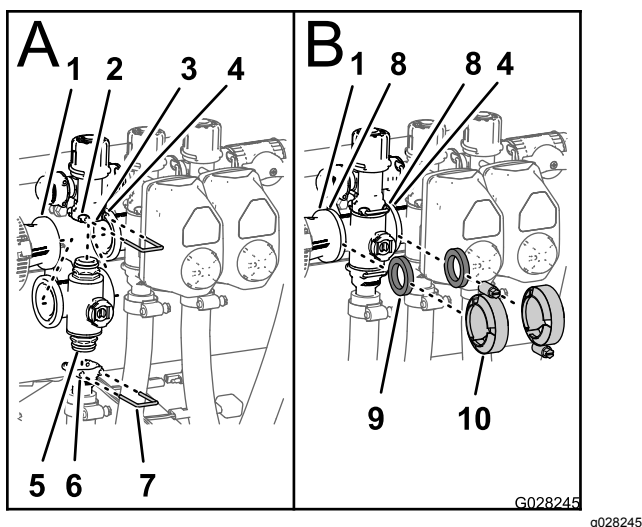

Bild 104
1. Setzen Sie das obere Endkappen-Anschlussstück des Verteilerventils in das Anschlussstück des Sicherheitsventils ein (A von Bild 104).
2. Stecken Sie einen Halter in den Sockel des Anschlussstückes des Sicherheitsventils, um das Endkappen-Anschlussstück am Anschlussstück des Sicherheitsventils zu befestigen (A von Bild 104).
3. Montieren Sie das Auslaufanschlussstück am unteren Endkappen-Anschlussstück des Verteilerventils (A von Bild 104).
4. Stecken Sie einen Halter in den Sockel des Auslaufanschlussstückes, um das Endkappen-Anschlussstück am Auslaufanschlussstück zu befestigen (A von Bild 104).
5. Fluchten Sie eine Dichtung zwischen den Flanschen der Reduzierkupplung und dem Abschnittventilverteiler aus (B in Bild 104).
6. Montieren Sie die Reduzierkupplung, die Dichtung und den Abschnittventilverteiler mit einer Klemme und ziehen sie mit der Hand an (B von Bild 104).
7. Fluchten Sie für den Einbau der zwei ganz links gelegenen Abschnittventile eine Dichtung zwischen den Flanschen der zwei danebenliegenden Abschnittventilverteiler aus (B in Bild 104).
8. Montieren Sie die zwei danebenliegenden Abschnittventilverteiler und eine Dichtung mit einer Klemme und ziehen sie mit der Hand an (B von Bild 104).